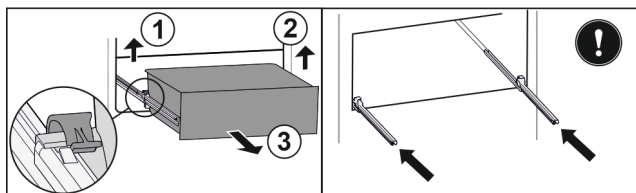

Fig. 70
- ▶ 提起左侧夹子，同时将抽屉左侧向前拉。 Fig. 70 (1)
- ▶ 提起右侧夹子，同时将抽屉右侧向前拉。 Fig. 70 (2)
- ▶ 朝前取出抽屉。 Fig. 70 (3)